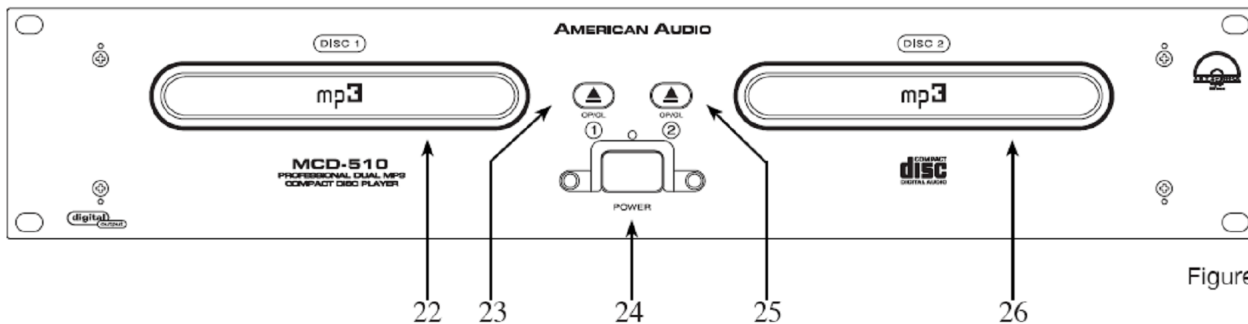

Figure 5 ABB.5
C. Laufwerke (Abbildung 5)
- 22. Laufwerk 1:** Ist das Laufwerk von Kanal 1. Es lässt sich durch Druck auf die Eject Taste (26) öffnen und schließen. Schieben Sie das Laufwerk bitte nie mit der Hand zu! Dies kann Schäden zur Folge haben. Das Laufwerk klässt sich nur öffnen wenn sich der CD Player im Pause Modus oder im CueModus befindet.
- 26. Laufwerk 2:** Ist das Laufwerk von Kanal 2. Es lässt sich durch Druck auf die Eject Taste (28) öffnen und schließen. Schieben Sie das Laufwerk bitte nie mit der Hand zu! Dies kann Schäden zur Folge haben. Das Laufwerk klässt sich nur öffnen wenn sich der CD Player im Pause Modus oder im CueModus befindet.